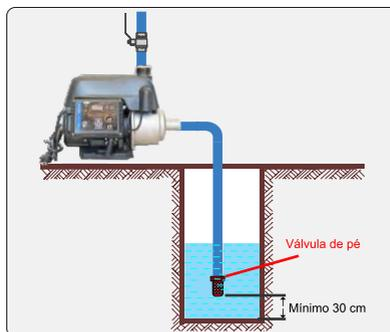

Figura 5
6.16 Quando a bomba for instalada acima do nível de captação, a tubulação de sucção deverá prever uma válvula de pé com crivo (válvula de fundo de poço). A válvula de pé manterá a bomba escorvada, ou seja, manterá a bomba e a tubulação de sucção preenchida com o líquido quando o sistema for interrompido (ver figura 5).
6.17 A válvula de pé deve ficar, pelo menos, 30 cm acima do fundo, no centro do poço ou cisterna e deve-se garantir uma coluna de água suficiente para que não entre ar pela mesma. (ver figura 5).